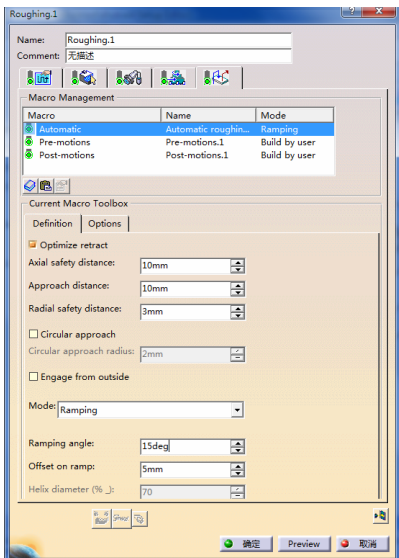

图 3-222 进刀、退刀路径选项卡（3）
- 在“Macro Management”区域中的列表框中选择“Automatic”，在“mode”下拉列表中选择“Ramping”，设置其他参数如图 3-222 所示。